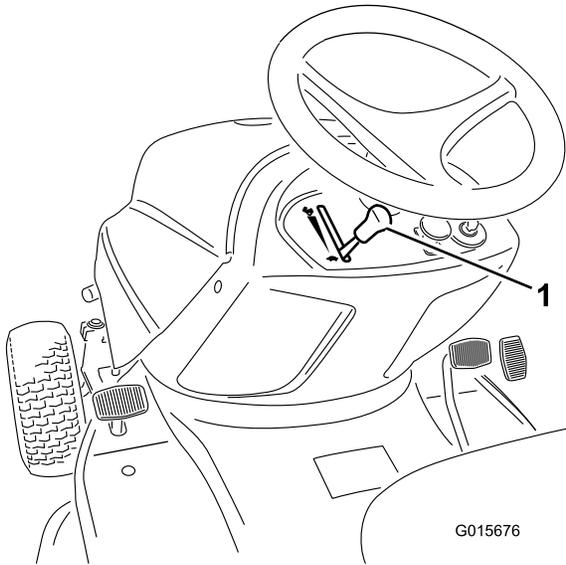

Bild 11
- Stellen Sie den Gasbedienungshebel beim Anlassen eines kalten Motors auf Choke (ganz nach oben) (Bild 11).
- Stellen Sie den Gasbedienungshebel auf Langsam (Schnecke) (Bild 11).